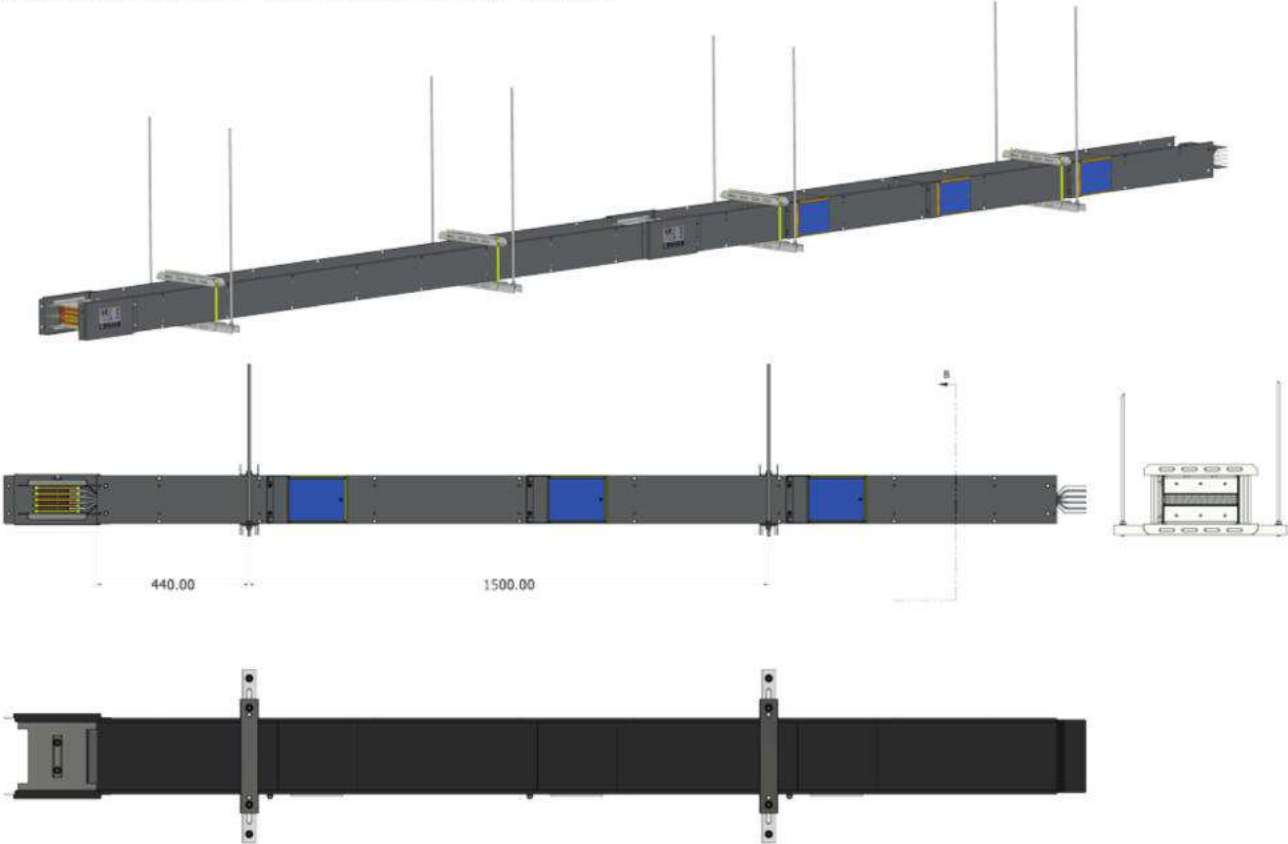

figura 1
- Medir la distancia de separación entre electroductos. Posterior, a la distancia total se deberá restar 228mm correspondiente a la distancia total del cople (véase figura 1)